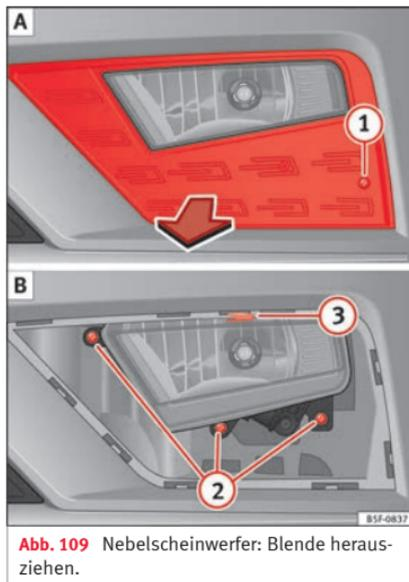
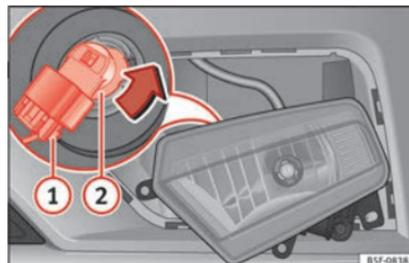

Abb. 109 Nebelscheinwerfer: Blende herausziehen.
Abb. 110 Nebelscheinwerfer: Lampenträger ausbauen
1. Schraube » Abb. 109 ① A mit einem Schraubendreher aus der Blende des Nebelscheinwerfers herausschrauben und Blende herausziehen.
2. Entfernen Sie die 3 Schrauben » Abb. 109 ② B.
3. Ziehen Sie die Metallklammer an der Oberseite des Nebelscheinwerfers zur Außenseite des Fahrzeuges ab ③ B und entfernen Sie den Nebelscheinwerfer.
4. Ziehen Sie den Stecker » Abb. 110 ① von der Lampe ab.
5. Drehen Sie den Lampenträger ② nach links und ziehen Sie.